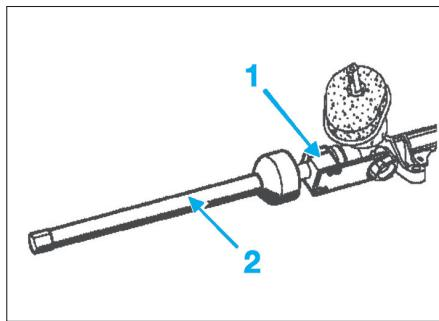

FIG. 14
- (1) Outil de blocage de la crémaillère (ref. Renault 1306-04) (Fig.14).
- (2) Outil de déblocage de la biellette de direction (Ref. Renault 1305-01) (Fig.14).
- Mettre un outil (1) de blocage sur la crémaillère (exemple : outil Renault 1306-04) (Fig.14).